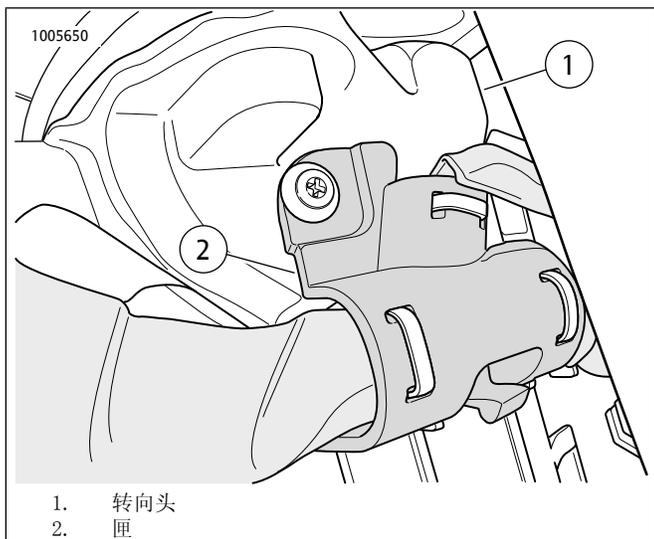

图8。转向头
9. 参见图8。将48英寸线束端头布设至转向头(1)。使用盒(2)固定线束。